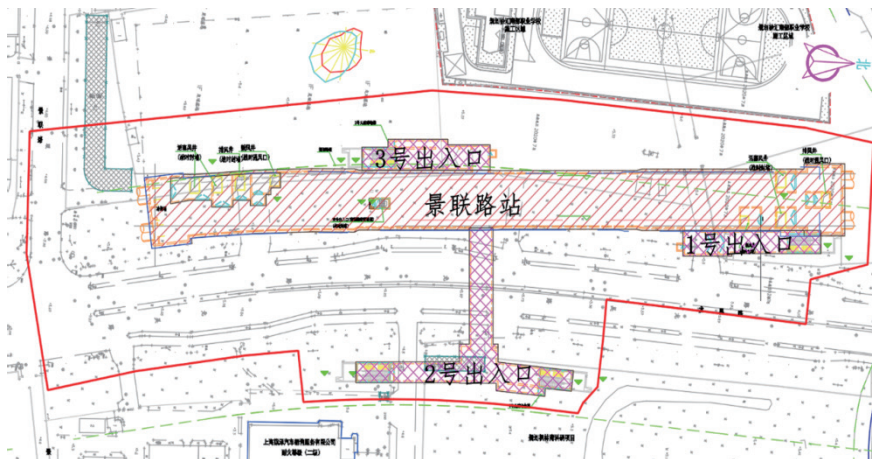

图1: 景联路站平面图
标准段基坑深度约16.44m,坑底位于④2灰色粉砂中,采用明挖顺作法施工。围护结构选800mm厚地下连续墙(采用GXJ橡胶止水带接头),墙长31.0m,墙趾位于⑤3-1灰色粉质粘土夹粘质粉土层中。沿基坑深度方向设置四道支撑,其中第一道为钢筋混凝土支撑,除第三道为 $\varnothing 800$  ( $t=20\text{mm}$ ) 钢管支撑外,其余均为 $\varnothing 609$  ( $t=16\text{mm}$ ) 钢管支撑。(见图1)